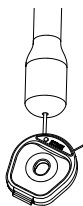
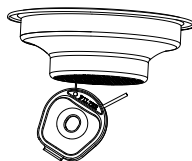

Fig. 9: Pulisci la lancia vapore (6) con uno spillo più grosso.
Fig. 10: Pulisci i filtri (13, 14) con uno spillo più sottile.
Lo spillo per la pulizia (17) viene utilizzato per pulire la lancia vapore e i filtri. Lo spillo più spesso è utilizzato per la pulizia della lancia vapore (Fig. 9), mentre quello più sottile è destinato ai filtri (Fig. 10).